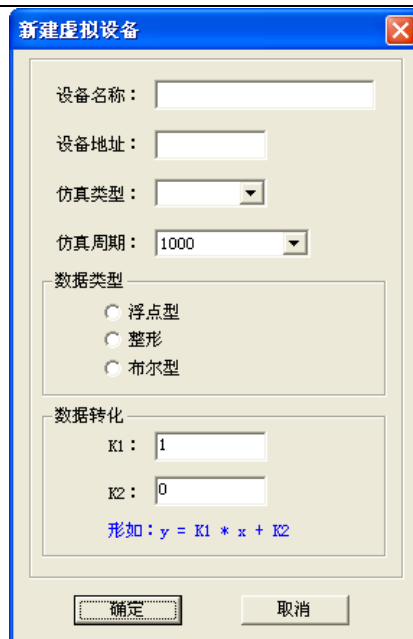

图 6-32 虚拟设备添加
(1) 在左侧导航栏中先选择虚拟设备设备，右键弹出“新建设备”菜单，或者点击菜单栏中设备/新建，或者点击新建图标“”，则弹出新建虚拟设备添加对话框，如图 6-32 所示。
(2) 在图 6-32 所示的“虚拟设备添加”窗口中，在对话框的逻辑名称编辑框中指定一个设备名称，如“智能仪表”。工程人员要为智能仪表指定设备地址、仿真周期、数据类型及数据转化。